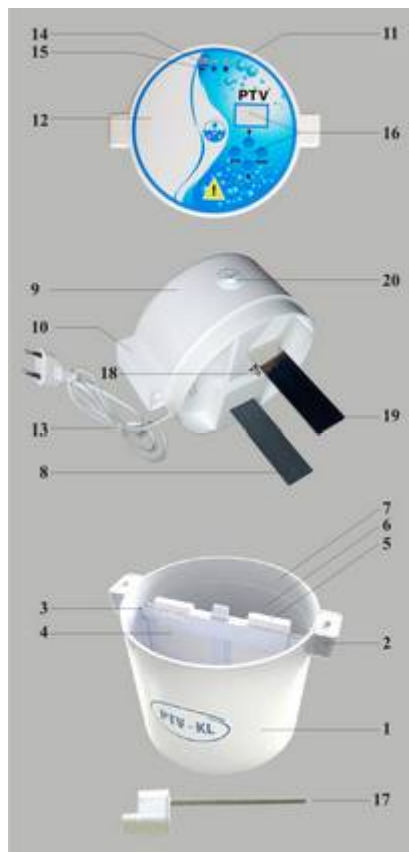

Рис. 1. Общий вид прибора
- 4.1. Прибор состоит из нижнего сосуда (1), выемного сосуда (3) и колпака (9). (См. Рис. 1)